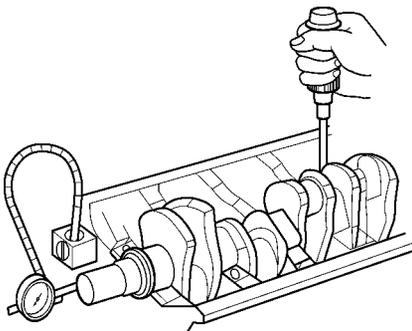

图 3 - 22 测量曲轴轴向间隙
(7) 将主轴承盖按正常顺序装配到曲轴上,将百分表装在气缸体上,将表的测头顶在曲轴的平衡铁(曲柄臂的侧面)上,如图 3 - 22 所示。用撬杆撬动曲轴,测量曲轴的轴向间